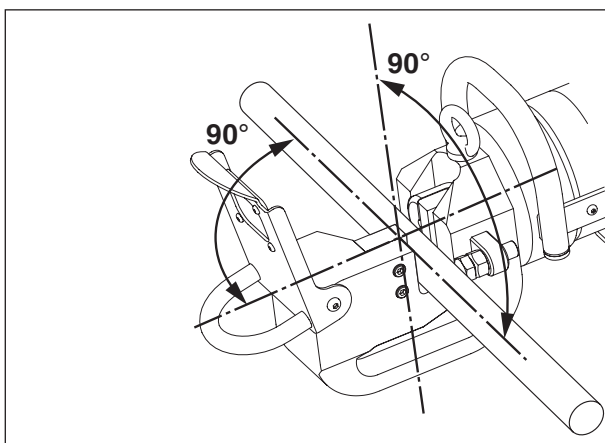

Figure 9, Pose du matériau sur la tête
Mettez le matériau à couper entre les lames de la cisaille, de manière à ce qu'il soit perpendiculaire à l'axe du piston, comme illustré à la Figure 9. Ce positionnement fournira la découpe de la meilleure qualité, tout en sollicitant le moins possible la cisaille.
4. Positionnez le matériau à couper entre la lame fixe et la lame mobile. Assurez-vous qu'il soit perpendiculaire à l'axe du piston, comme indiqué sur la Figure 9. Reportez-vous aux instructions de la section 8.5 pour tout complément d'information.